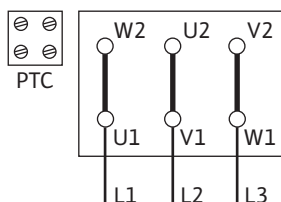

Fig. 10: Y-Δ-nábeh
- Sieťová prípojka závisí od výkonu motora P2, od sieťového napätia a druhu zapínania. Požadované spínanie spájacích mostov vo svorkovnici nájdete v nasledujúcej tabuľke, ako aj Fig. 10, 11 a 12.